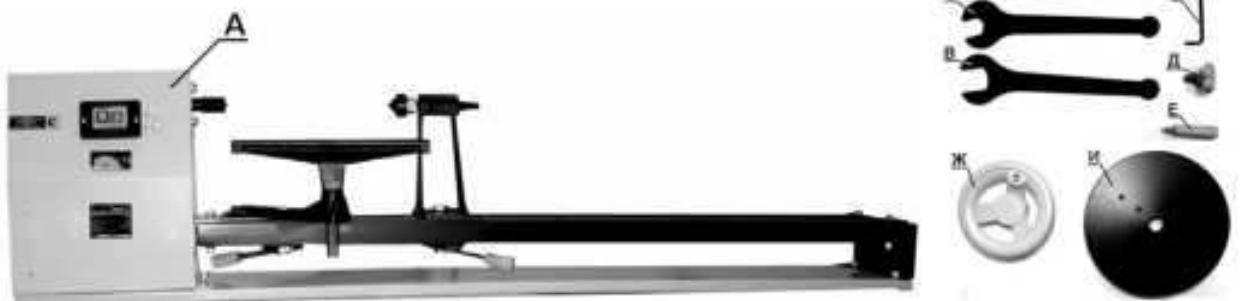

Рис.1.
- 6.1. Комплектность машины указана в таблице 3 и на Рис.1.